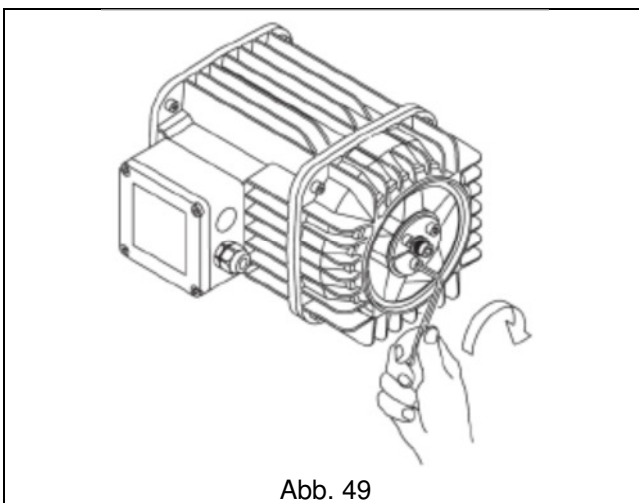

Abb. 49
8. Die drei Schrauben wieder in ihren Sitz auf dem Ring einsetzen und am Klotz verschrauben (Abb. 49).